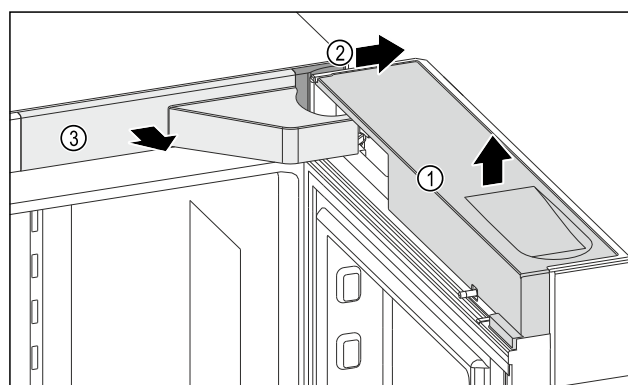

Fig. 11
- Sejměte kryt Fig. 11 (1).
- Sejměte kryt Fig. 11 (2).
- Sejměte kryt Fig. 11 (3).